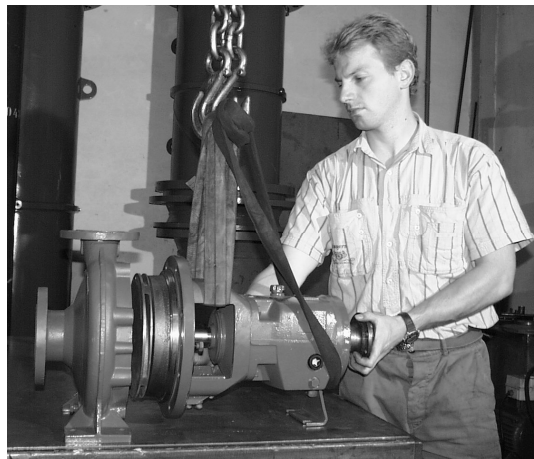

Figura 9
- Esvazie o corpo helicoidal (4) através do bujão de descarga (E).
- Desaperte as uniões roscadas de todas as tubagens auxiliares (de bloqueio, de água de refrigeração, de arrefecimento rápido, etc.) e purgue o óleo lubrificante do suporte da chumaceira (10) através do parafuso de descarga do óleo (AS).
- Suspenda a unidade de movimento do dispositivo de elevação, de modo a que, aquando da desmontagem, a unidade de movimento não se incline para baixo nem se pressione verticalmente contra o corpo helicoidal. Vide a figura 9, na qual é apresentado um exemplo de fixação.